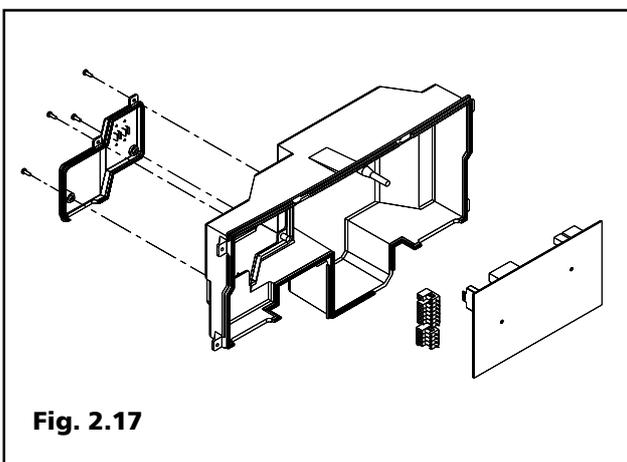

Fig. 2.17
2.11 Alimentatore caldaia (Fig. 2.17)